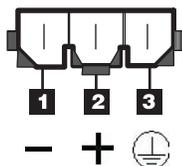

Figura 3-53. Conector de Energia DC - Posições dos Pinos
3. Conecte o cabo de energia dc à fonte de alimentação. Consulte Figura 3-53 para conhecer as posições de PINO do conector da fonte de alimentação dc.